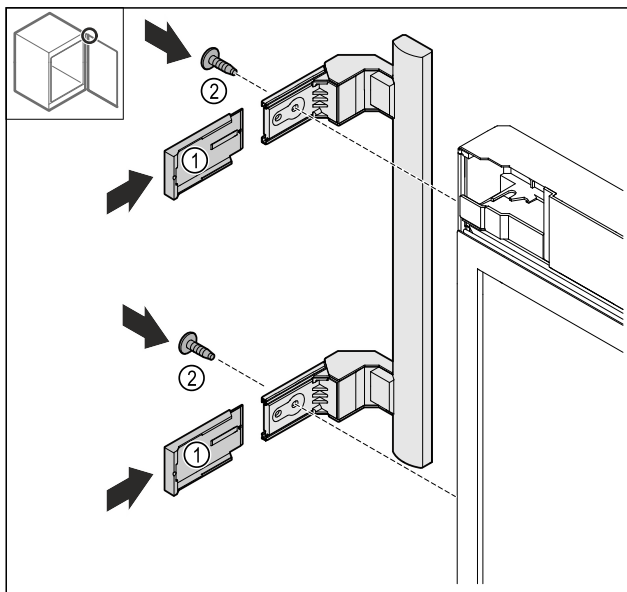

Fig. 17
- Namestite pokrove Fig. 17 (1).